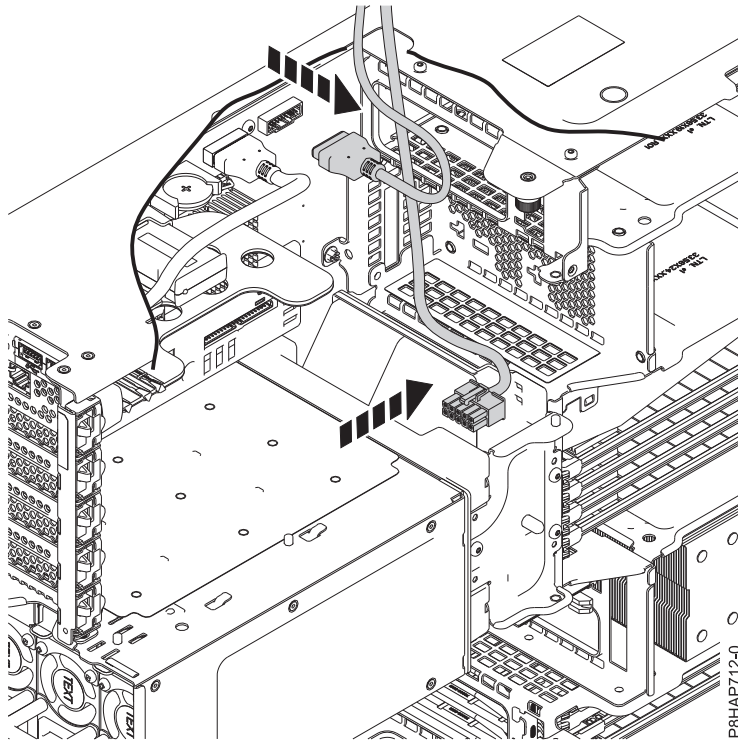

Figura 67. Desconexión de los cables USB y de la fuente de alimentación de la estación de acoplamiento RDX interna (FC EUA3) de la placa del sistema
5. Desconecte el cable de la fuente de alimentación de la estación de acoplamiento RDX interna (FC EUA3) de la placa del sistema. Consulte la Figura 67 en la página 81.